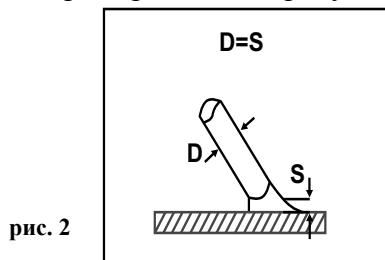
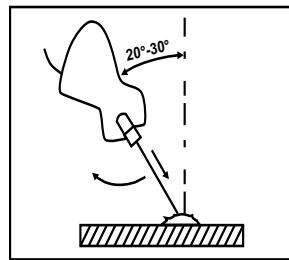

рис. 2
рис. 3
7.6 Как только произойдет зажигание дуги, электрод нужно держать на таком расстоянии **S** (см. рис. 2) от обрабатываемого материала, которое соответствует диаметру электрода **D** (см. рис. 2). Для получения равномерного шва далее необходимо соблюдать эту дистанцию по возможности постоянной. Также необходимо помнить, что наклон оси электрода должен быть примерно 20-30 градусов. (см. рис. 3).